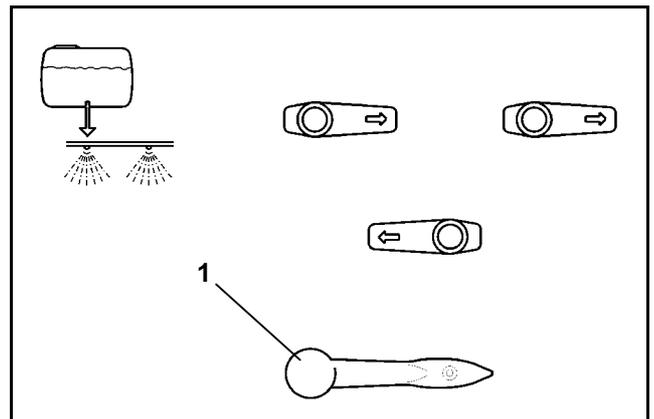

Fig. 7.20
- Grifo de conmutación (Fig. 7.20/1) en posición „Rociar“ según Fig. 7.20.